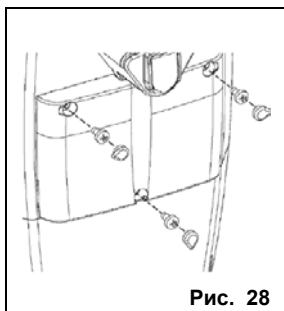

Рис. 28
- После окончания программирования и проверки работы системы следует закрыть центральный отсек, завинтить три винта из комплекта устройства и закрыть их сверху заглушками, как показано на рис. 28